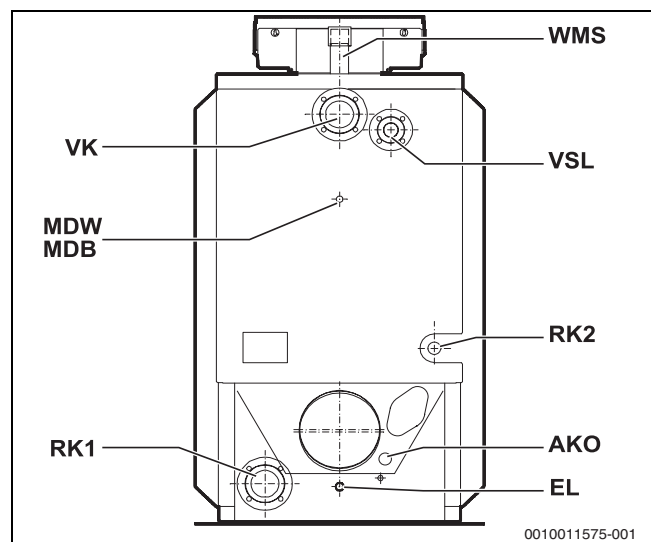

Bild 12 Kesselanschlüsse
- ▶ Sicherheitsventil am Anschluss Vorlauf-Sicherheitsleitung [VSL] (→ Bild 12, Seite 20) anschließen.